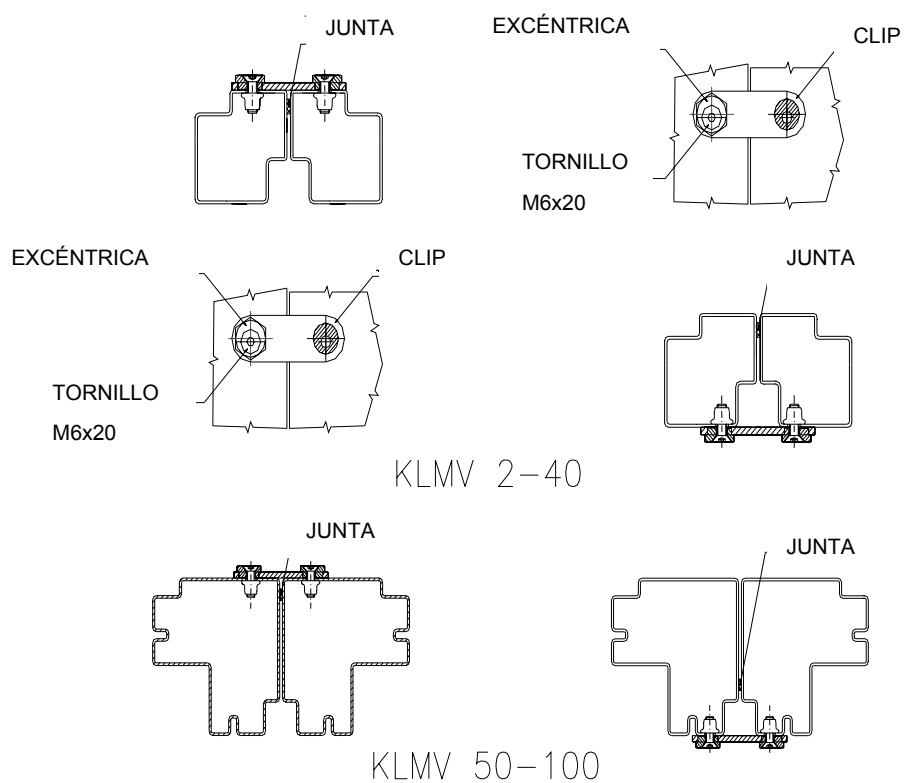
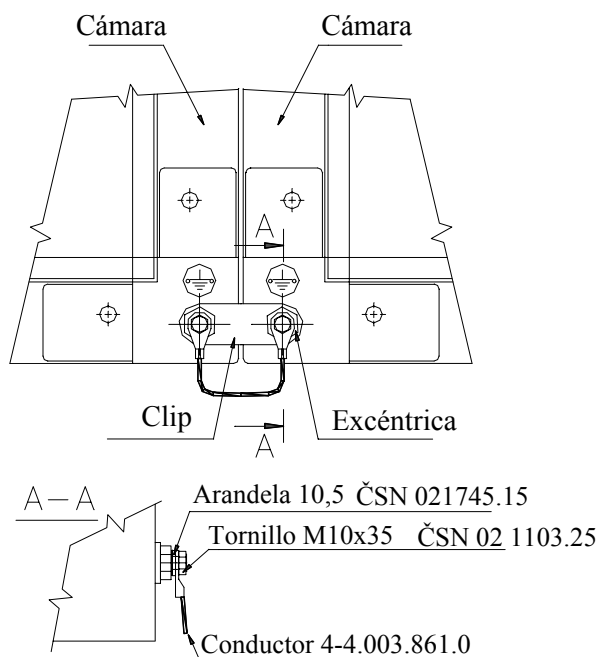

Fig. 3 – Conexión de las cámaras
Fig. 4 – Conexión de cámaras conductoras
- Durante el montaje, las unidades de transporte único (cámara combinada) deberán conectarse conductivamente entre sí al menos en un punto, por ejemplo, según se muestra en la Fig. 4.
- Las cámaras están interconectadas según la Fig. 3. En caso de que la conexión de las cámaras mediante un clip no sea suficientemente conductora (por ejemplo, si la unidad tiene perfiles barnizados), la conexión conductiva deberá realizarse en, al menos, un punto de la unión mediante un conductor tal como se muestra en la Fig. 4.